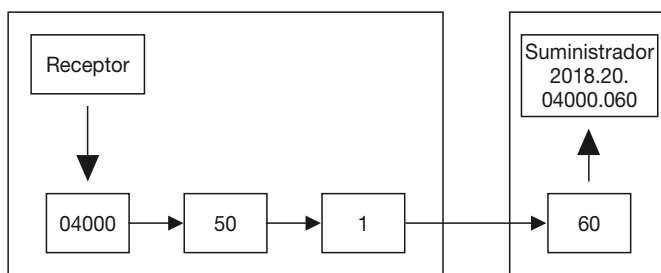

Abb. 1: Auswahl Beispiel 1
**Ejemplo 1 (Fig. 1):** Para un carro para troqueles compacto 2018.11.04000.049 se prevé como Standard un suministrador 2018.20.04000.060. La carrera nominal del suministrador es de 60 mm. La relación de transmisión es 1,0. La velocidad de carrera del carro para troqueles compactos es idéntica a la velocidad de la prensa.